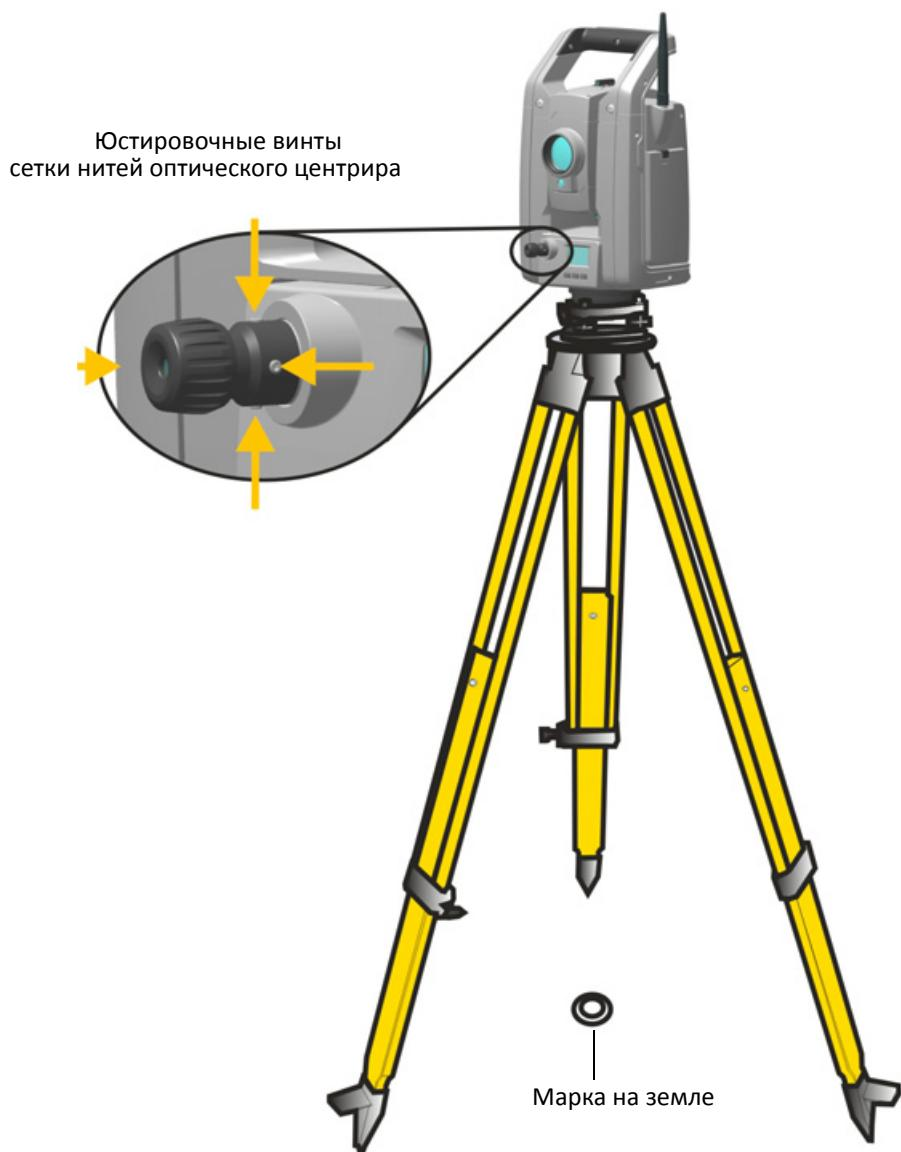

Рисунок 4.10. Юстировка оптического центрира
1. Установите инструмент и выставьте его по уровню его над маркой на земле так, чтобы высота штатива составляла 1,5 м ( $\pm 0,1$  м). См. рис. 4.10.